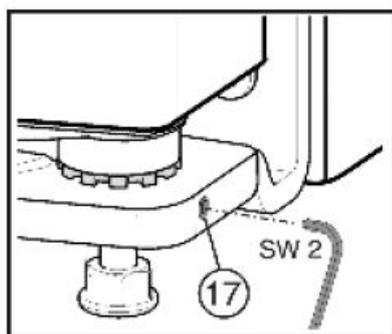

図12
ピン図12(17)を(最大で一回転)回します。
・ピン図12(17) を再度ベアリング・ピンを確かにする為に、しっかり固定します。